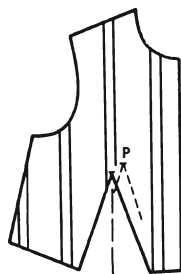

Рис. 505
Пример (рис. 505) дан для прилегающего лифа, на котором вытачки груди и талии объединены в одну, направленную книзу. Очевидно, что вытачка от талии может существовать и одна, а вытачка груди может быть переведена в вытачку к боковому срезу. Однако это ничуть не облегчит задачу.
2. На подготовительном лекале нанесите полосы ткани, затем переместите вытачку, как показано на рис. 505.